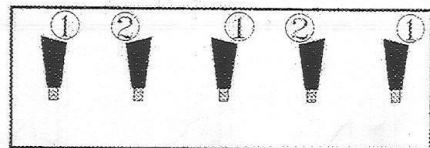

FIGURE 24
Scie à profils alternés : Marquer toutes les dents de même biseau et faire l'affûtage en deux passes (1) et (2) (Fig. 24).